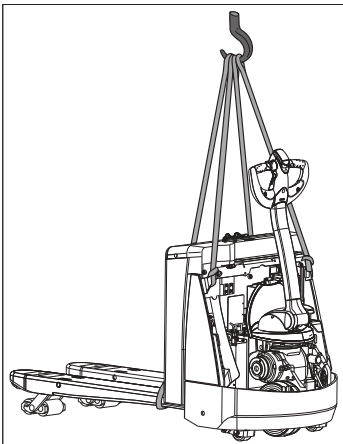

Abb. 40 Fahrzeug ohne Verkleidung heben mit Kran
6. Hebegeschirr wie in Abb. 40 gezeigt anbringen.